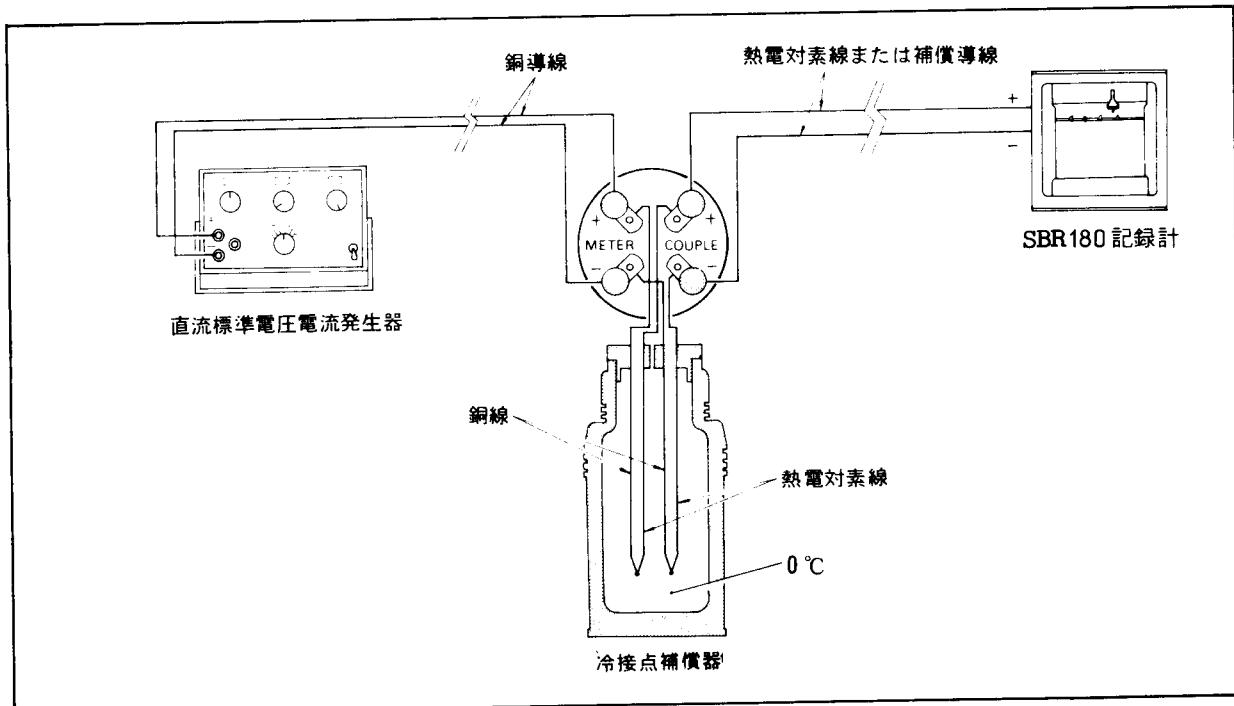

図13-1 热電対温度計の校正方法の一例
- (1) 校正中、時々測定端子の温度（付近の温度でもよい）を測定し、それを考慮した電圧を加えます。
- (2) 図13-1のように、冷接点補償器を使って校正します。